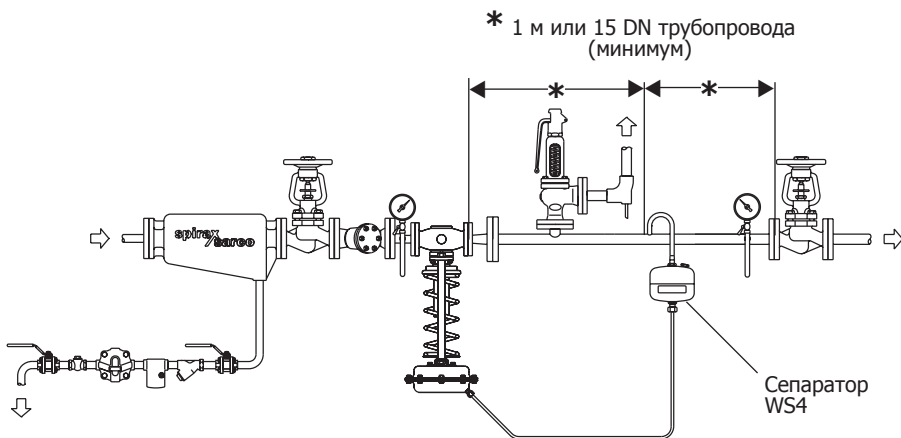

Рис. 4 Типичная схема монтажа клапана при температуре среды выше 125°C
При температуре среды до 125°C клапан может устанавливаться приводом вверх или вниз (см. рис. 4 и 5).
Для температур выше 125°C клапан должен устанавливаться приводом вниз, так чтобы привод находился ниже трубопровода а импульс давления в него подавался через сепаратор WS4, как показано на рис. 4. Внимательно следите чтобы направление потока среды совпадало с направлением стрелки на корпусе клапана.
2. Определите необходимую длину трубки так, чтобы её хватило для установки между коопусом диафрагмы клапана DRV и сепаратором WS4 так, как это показано на рис. 4.